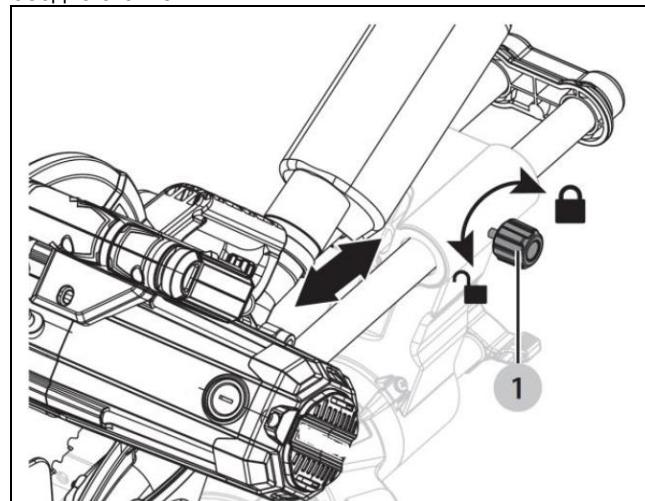

Рисунок 16
**Перемещение режущей головы (Рис. 16)**
- Для выполнения торцевания небольших заготовок полностью сдвиньте узел режущей головы к задней части пилы и затяните ручку блокировки перемещения (1).
- Для пиления широких досок необходимо ослабить ручку блокировки перемещения (1), чтобы режущая голова могла свободно скользить.